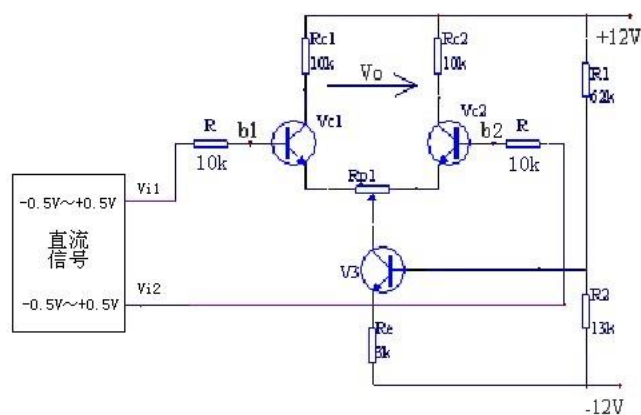

图 3.1 实验电路
- 1、计算图 3.1 的静态工作点（设  $r_{be}=3k$ ， $\beta=100$ ）及电压放大倍数。
- 2、在图 3.1 基础上画出单端输入和共模输入的电路。
实验电路图如图 3.1 所示：
在图 3.1 中将  $V_{i2}$  接地，组成单端输入差动放大器，从  $V_{i1}$  端输入直流信号  $V=\pm 0.1V$ ，测量单端及双端输出的电压放大倍数填入表 3.4（放大倍数指的是变化量之比）。并与双端输入时的单端及双端差模电压放大倍数进行比较。
1、根据实测数据计算图 3.1 电路的静态工作点，与预习计算结果相比较。